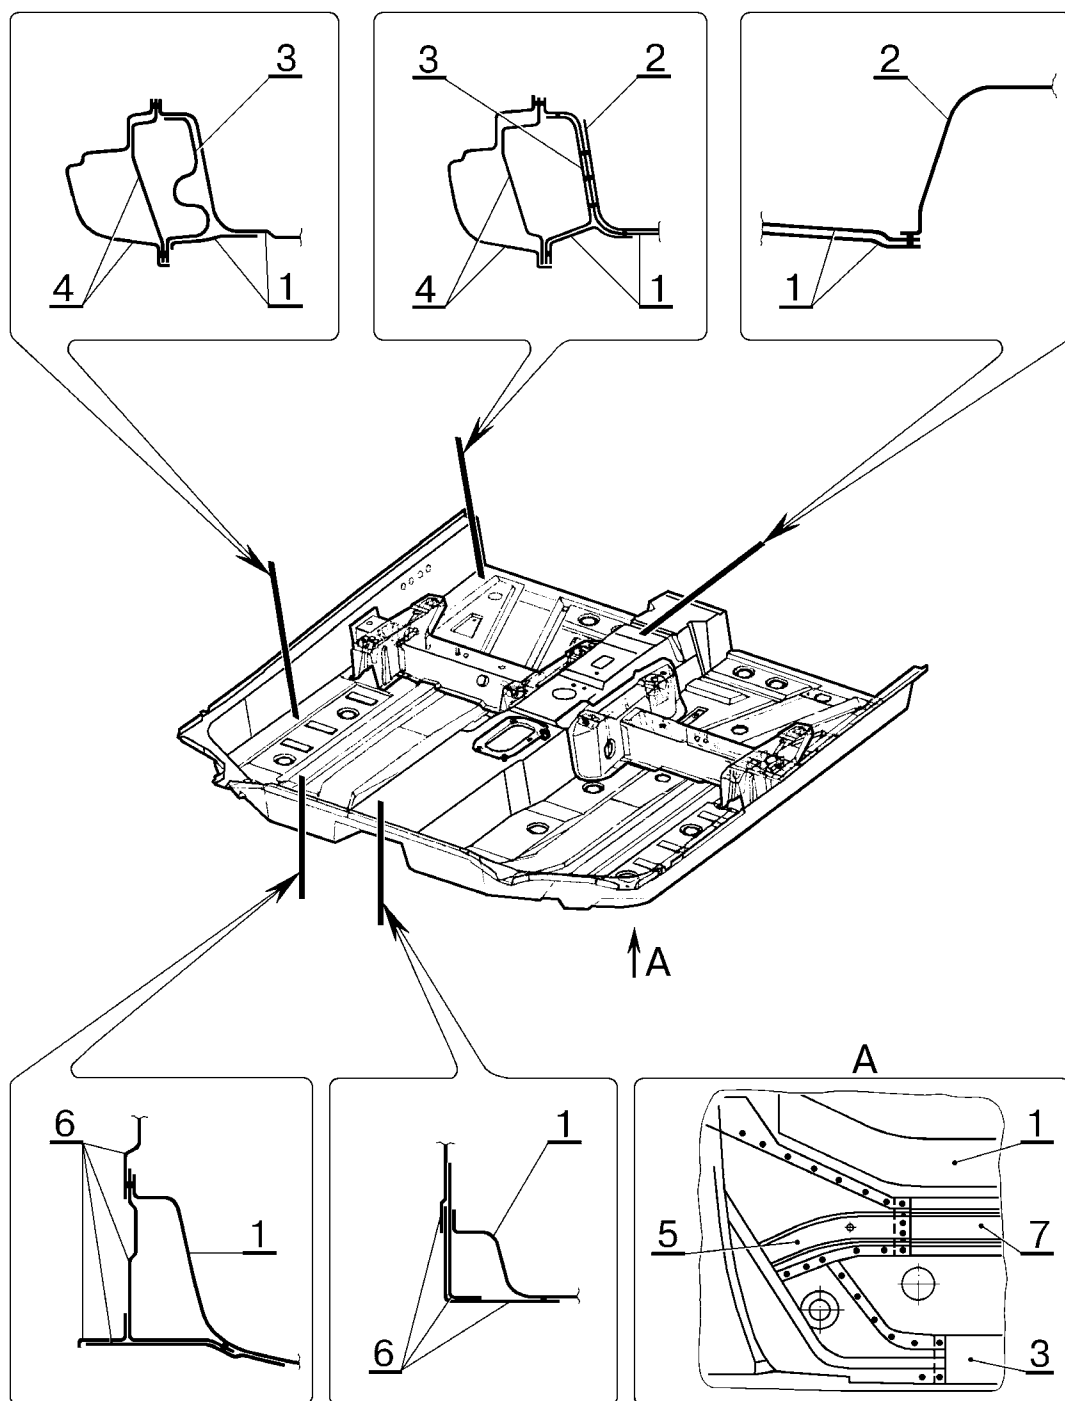
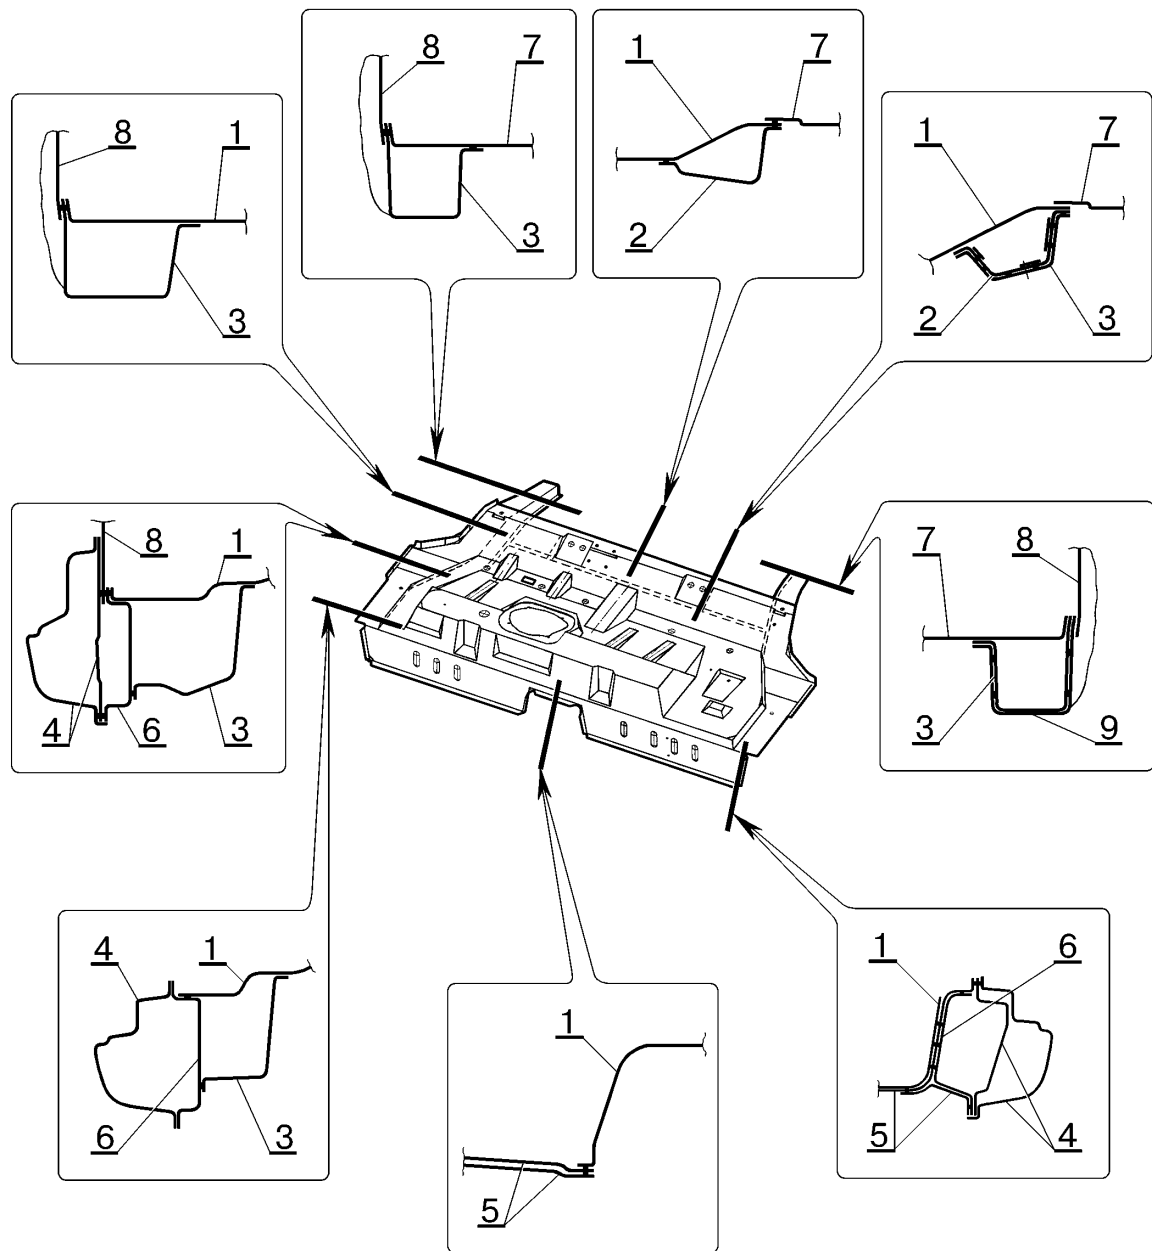

Рис.6. Соединение пола 1118-5100014 переднего в сборе с сопрягаемыми деталями (при снятом капоте, передних и задних дверях и передних крыльях).
Рис.8. Соединение пола среднего в сборе с сопрягаемыми деталями (при снятом капоте, передних и задних дверях, крышке багажника (двери задка) и задних крыльях).
Рис.6 (окончание). Соединение пола 1118-5100014 переднего в сборе с сопрягаемыми деталями (при снятом капоте, передних и задних дверях и передних крыльях). Места, указанные стрелками на виде Б, проварить сплошным швом, аналогично заводским (см. табл.6, поз.8).
* При замене усилителя порога пола 1118-5101344/345 в сборе правого/левого см. рис.6, табл.6 поз.3 и рис.8, табл.8 поз.6.
** При замене лонжерона пола 1118-5101302 переднего, пластины опорной 1118-5007075, пластины 2101-6810056 крепления переднего сиденья см. рис.6, табл.6 поз. соотв. 7, 8, 9.
* При замене панели пола 1118-5101032 средней в сборе см. рис.8, табл.8 поз.1, 2, 3, 5, 6, 7, 8; поперечины пола 1118-5101272 средней в сборе см. рис.8, табл.8 поз.2; лонжерона пола 1118-5101320/321 среднего в сборе правого/левого см. рис.8, табл.8 поз.3.
** При замене усилителя порога пола 1118-5101344/345 в сборе правого/левого см. рис.6, табл.6 поз.3 и рис.8, табл.8 поз.6.